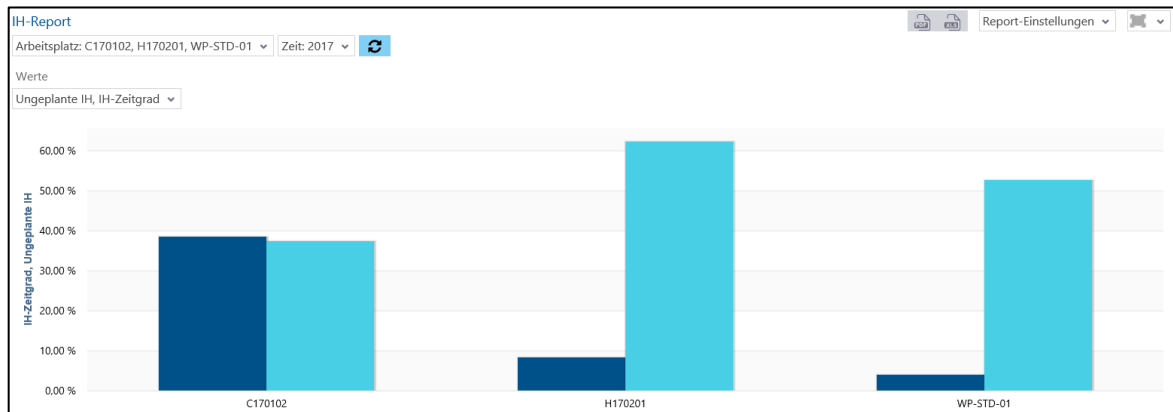

Bild 146: IH-Report als Säulendiagramm
- IH-Report als Säulendiagramm (Bild 146):